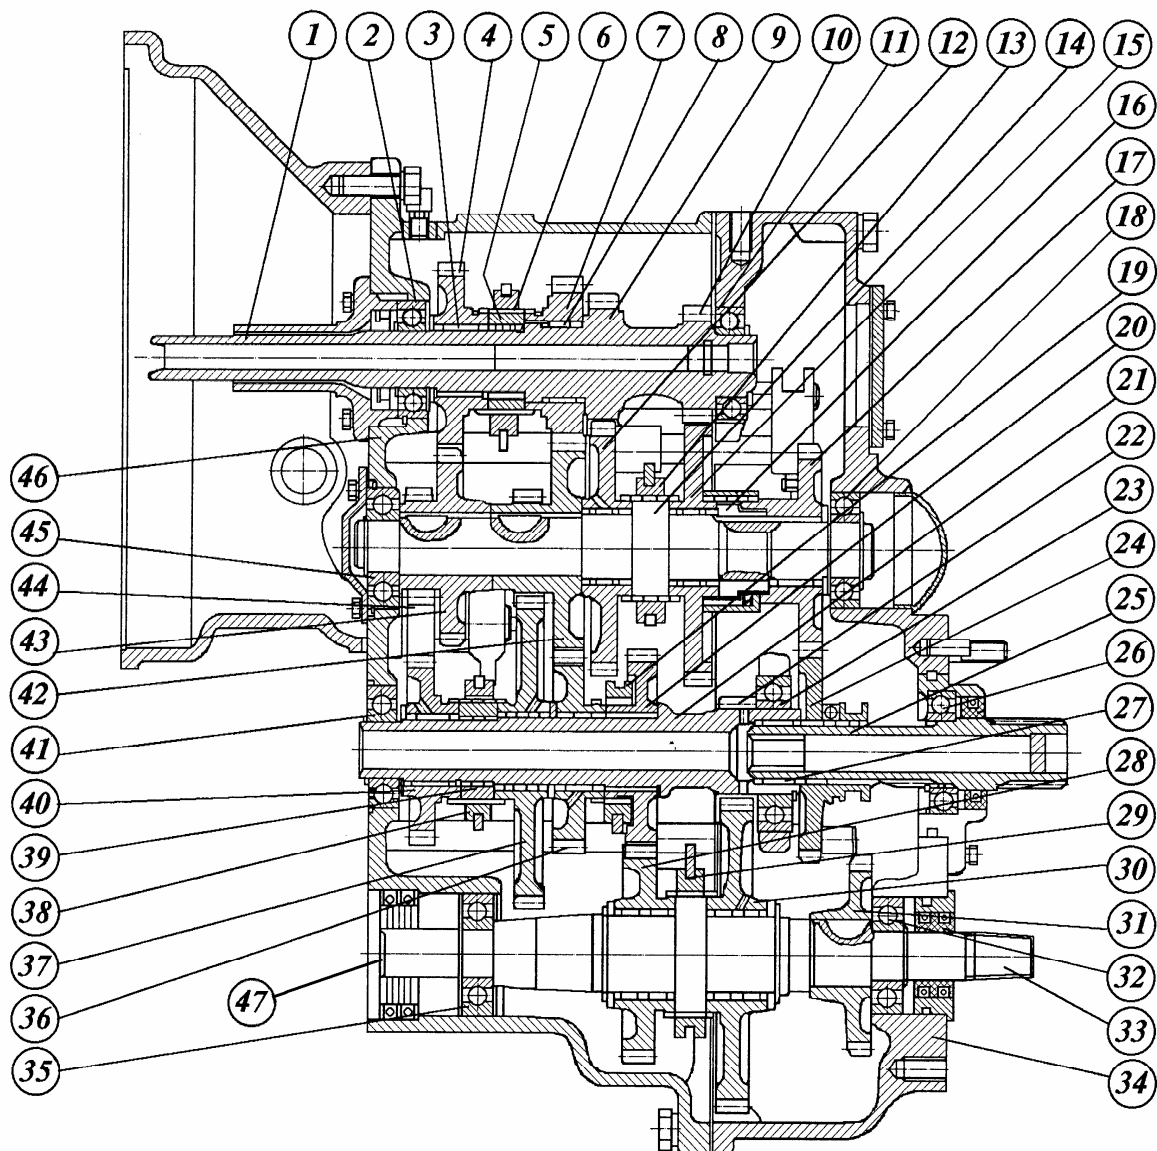
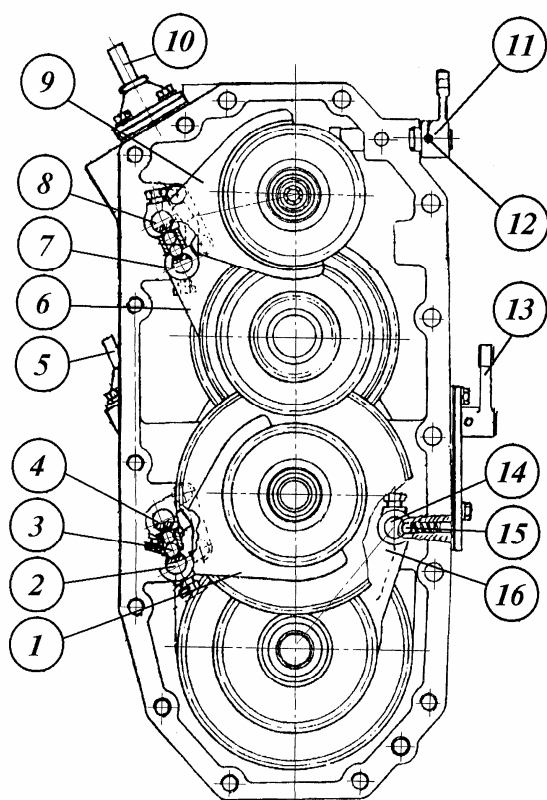
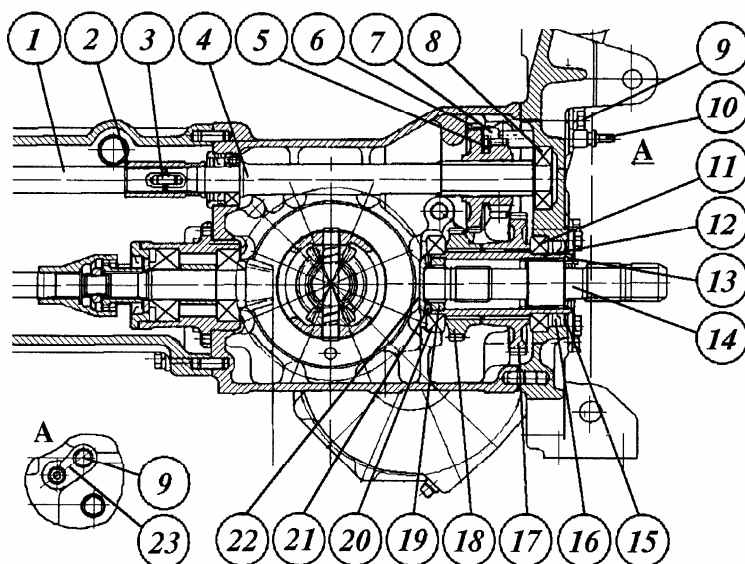

Рис. 18. Коробка передач
Рис. 19. Управление коробкой передач
Рис. 28. Задний ВОМ
Коробка передач (рис. 18) механическая, ступенчатая, диапазонная (2 диапазона переднего хода и 1 диапазон заднего хода), с переключением передач и диапазонов с помощью зубчатых муфт.
Переключение передач осуществляется рычагом 10 (рис. 19), который, воздействуя на поводки 7, 8 с закрепленными на них вилками 6, 9, перемещает муфты 6, 13 (рис. 18), связанные с валами 1, 14, осуществляя включение соответствующих передач. Переключение диапазонов и включение заднего хода осуществляется рычагом 5 (рис. 19), с помощью которого перемещаются поводки 2, 4 с закрепленными на них вилками для переключения муфт 19 и 38 (рис. 18). Включение I диапазона и заднего хода осуществляется муфтой 38: при перемещении ее назад (вправо на рис. 18) включается I диапазон, при перемещении вперед (влево) – задний ход.
II диапазон включается при установке муфты 19 в правое положение. Переключение режимов привода ВОМ (зависимый или синхронный) осуществляется рычагом 13 (рис. 19) с помощью которого шестерня 24 (рис. 18) с имеющимся на нем фиксаторами устанавливается в одном из трех положений: переднее (левое) в зацеплении с шестерней 17 – включен зависимый ВОМ, заднее (правое) в зацеплении с шестерней 31 – включен синхронный ВОМ, среднее – нейтральное.
Переключение редуктора осуществляется поводком 14 (рис. 19) с закрепленной на нем вилкой 16, которая, перемещая муфту 29 (рис. 18), включает повышающую (левое положение муфты) или понижающую ступень редуктора. Включение привода насоса гидронавесной системы производится рычагом 11 (рис. 19). Положение шестерен и зубчатых муфт в нейтральном и включенном положениях фиксируется подпружиненными шариками 15.
Для предотвращения одновременного включения зубчатых муфт 6, 13 (рис. 18) и 19, 38 установлены шарик 3 (рис. 19).
Задний ВОМ состоит из вала 1 привода и редуктора, который включает (рис. 28): вал 4, подвижную блок-шестерню 6, шестерни 17, 18, установленные на валу 12, который вращается на подшипниках 11, 20, заглушку 22 и двухсторонний хвостовик 14, установленный в шлицах вала 12 и зафиксированный в нем стопорным кольцом 13.
Зависимый привод ВОМ осуществляется от ведомого диска сцепления через вал 1, (рис. 18), зубчатый венец 10, шестерню 15, втулку 16, шестерни 17, 24, вал привода ВОМ 25 коробки передач и далее, вал 1 (рис. 28), втулку 2 на вал 4 редуктора ВОМ и через редуктор – на хвостовик ВОМ. При этом частота вращения вала 4 редуктора ВОМ зависит от частоты вращения коленчатого вала двигателя, а при выключении сцепления привод ВОМ выключается.
Для переключения на синхронный привод ВОМ подвижная шестерня 24 (рис 18) коробки передач вводится в зацепление с шестерней 31, установленной на выходном валу 33. Синхронный привод осуществляется от вала 33 через шестерни 31 и 24, вал 25 коробки передач и далее через вал 1 (рис. 28), втулку 2 на вал 4 редуктора ВОМ. При этом частота вращения вала редуктора (и, соответственно, хвостовика ВОМ) пропорциональна числу оборотов задних колес трактора.
1. Снять стопорное кольцо 13 (рис. 28).